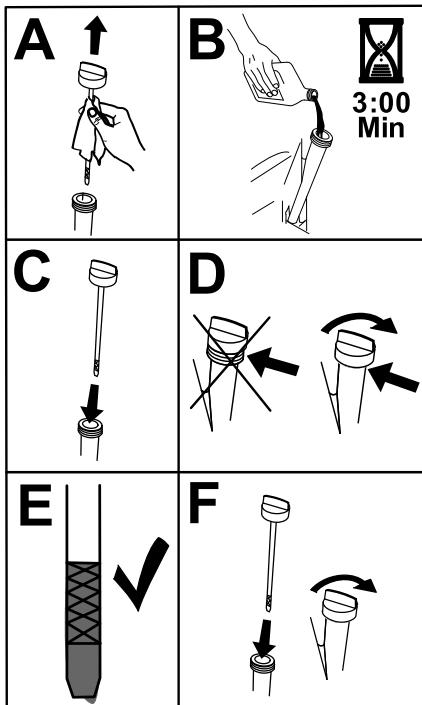

Figura 43
- Versate lentamente circa l'80% dell'olio indicato nel tubo di rifornimento e sempre con cautela rabboccate l'olio necessario per portarlo alla tacca di Pieno (Figura 43).